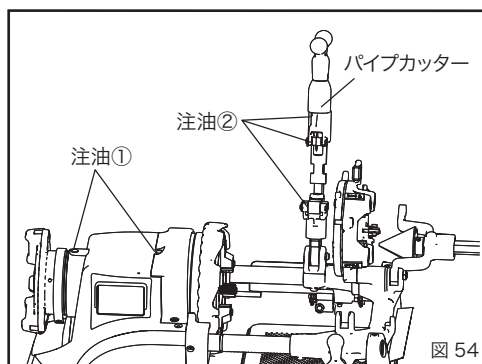

図 54
1. 注油 (図 54)
①主軸軸受の注油
1 カ月に1度程度、スピンドル油またはマシン油を主軸部に注油してください。(図 54 ①)
②パイプカッターの注油
ねじ部、ローラー軸、刃など、可動部にはご使用毎にスピンドル油、マシン油などを注油してください。(図 54 ②)